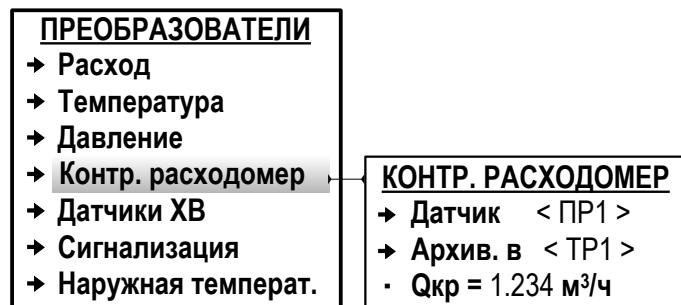

Рис.22. Вид меню настройки контрольного ПР (режим СЕРВИС).
7.5.2.4. Назначение «контрольного» расходомера (только для соответствующих схем теплоучета) выполняется в меню **Преобразователи / Контр. расходомер** (рис.22): для параметра **Датчик** из списка выбирается и устанавливается значение **ПР1** (либо **ПР2**).